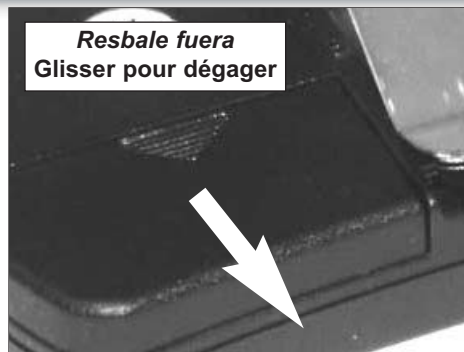

FIG. 8-1 Abra la tapa de la batería
- Suavemente empuje recto en la lengüeta de traba de la tapa como se muestra (**Fig. 8-1**).
- Enfoncer avec précaution la languette de verrouillage du couvercle de la pile tel qu'indiqué (**Fig. 8-1**).